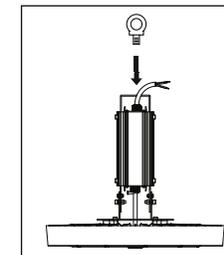

Рис. 1
- Вставьте рым-болт из комплекта поставки осветительного прибора в специальное отверстие в скобе в верхней части драйвера и надежно затяните с другой стороны скобы шайбой, пружинной шайбой (чтобы предотвратить ослабление крепления рым-болта) и гайкой (рис. 1).